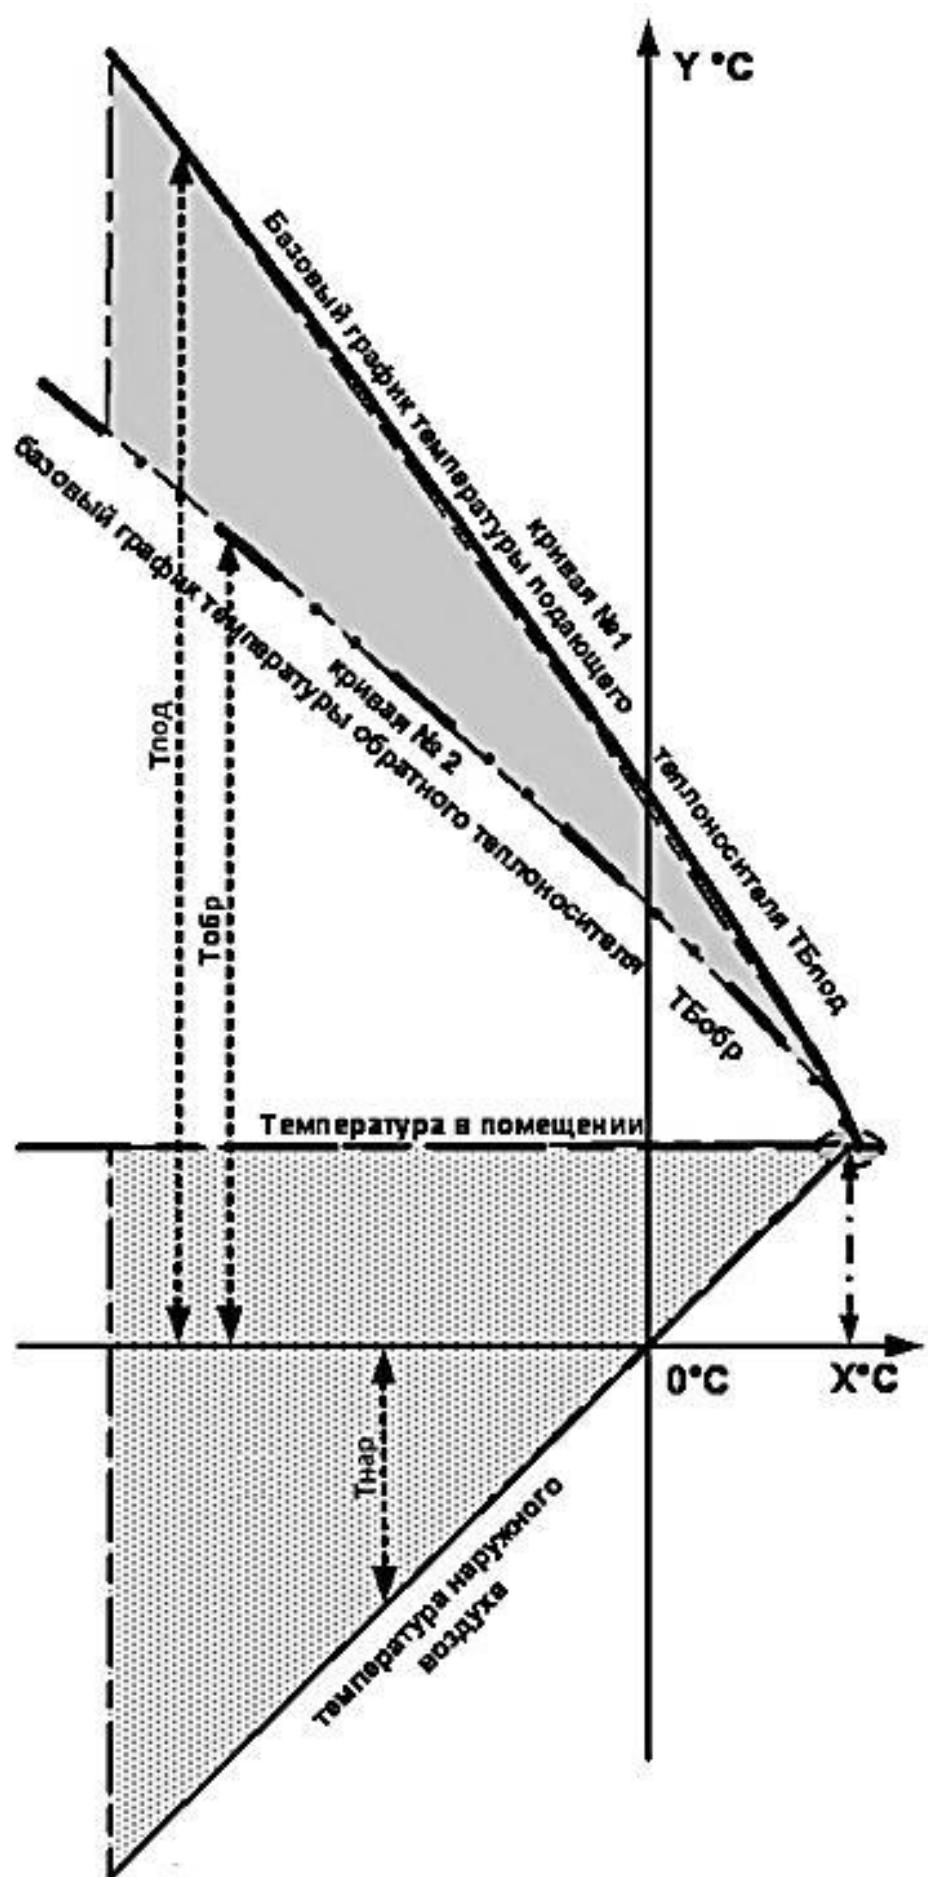

Рисунок 3 – Базовые графики теплоснабжения
2.3.2 Погодозависимый метод регулирования основан на использовании температурных графиков теплоснабжения (зависимости параметров теплоносителя в подающем T11 (смеси) и обратном трубопроводах T2 контура теплоснабжения от температуры наружного воздуха). Указанные графики представляют собой физическую модель теплообменных процессов объекта регулирования, при использовании которой должна обеспечиваться требуемая температура внутри объекта/помещения (рисунок 3) – температура баланса.